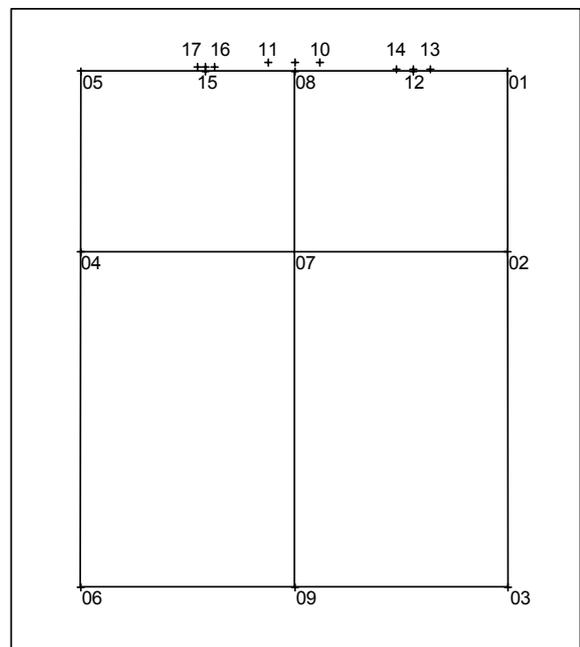

Bild 18-15
**2.Teilschritt: Mehrweite berechnen & verteilen (Bild 18-15)**